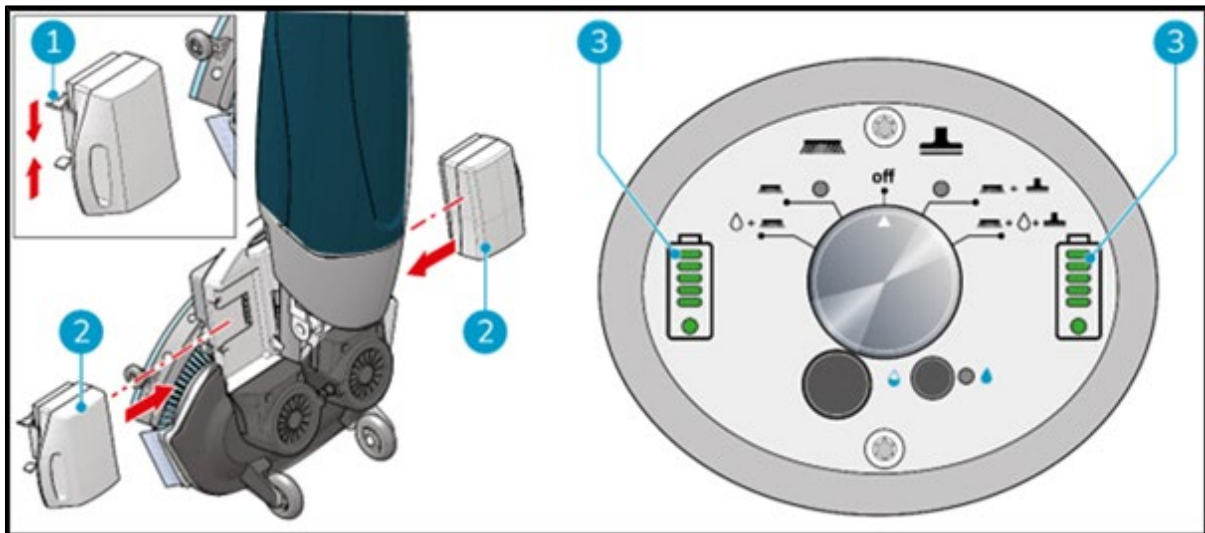

Figure 14
1. Poussez la batterie codée en bleu (figure 14, pos. 2) dans le logement de batterie bleu. Un clic indique que la batterie est verrouillée en place (figure 14, pos. 1).
3. Pendant le fonctionnement, les indicateurs de batterie (figure 14, pos. 3) sur le panneau de commande indiquent la quantité d'énergie restante.